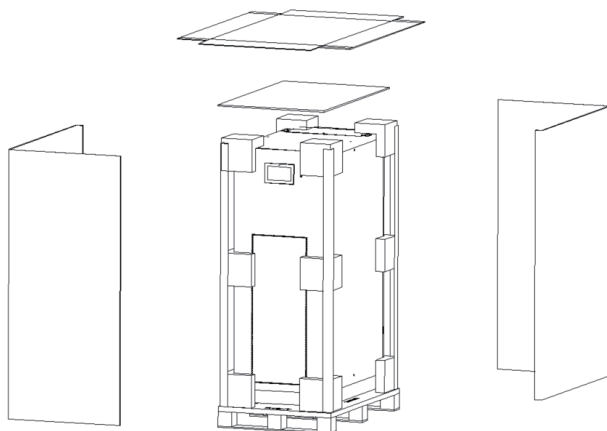

Рисунок 3.4. Удаление внешней упаковки
3. Удаление внешней упаковки (см. рис. 3.4). При помощи инструмента следует сначала демонтировать верхнюю крышку ящика со стальной кромкой, а затем удалить боковые стенки ящика.